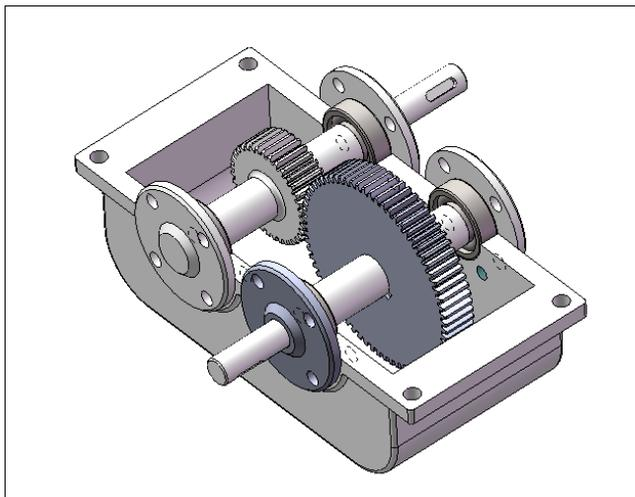

Рис. 6.46
23. Зададим для крышек следующие условия сопряжения — концентричность валов и крышек, совпадение плоских поверхностей крышек и корпуса, концентричность крепежных отверстий крышки и корпуса (рис. 6.46).